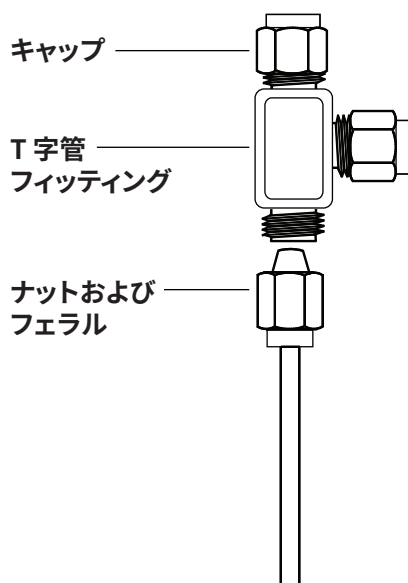

図 19. Swagelok T 字管
- 1 配管の T 字管を取り付ける場所を切断します。配管と T 字管を Swagelok フィッティングで接続します。図 19 を参照してください。